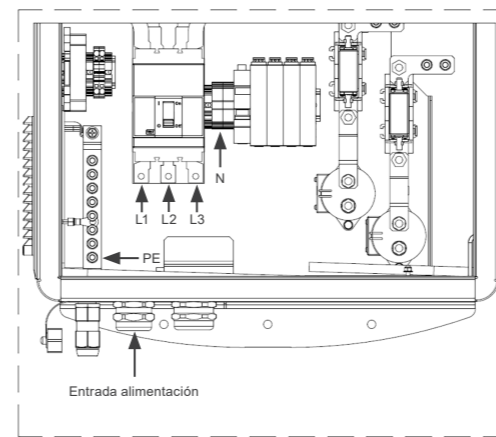

Figura 5.2: Entrada de Alimentación
La conexión de la estación WEMOB-STATION a la red eléctrica se realiza directamente en los terminales del disyuntor Q1 (Fases R-S-T), en el borne neutro y en la barra de tierra (PE) (puesta a tierra de la estructura), según la Figura 5.2.